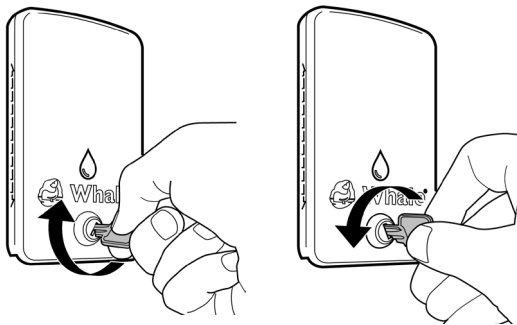

Bild 3. Låsning och upplåsning av locket
- (bild 3) Locken till påfyllning av tanken och påfyllning av tanken + 12v uttag har en säkerhetsspärr som förhindrar åtkomst till din färskvattenförsörjning. Vrid medsols för att låsa, motsols för att låsa upp locket.